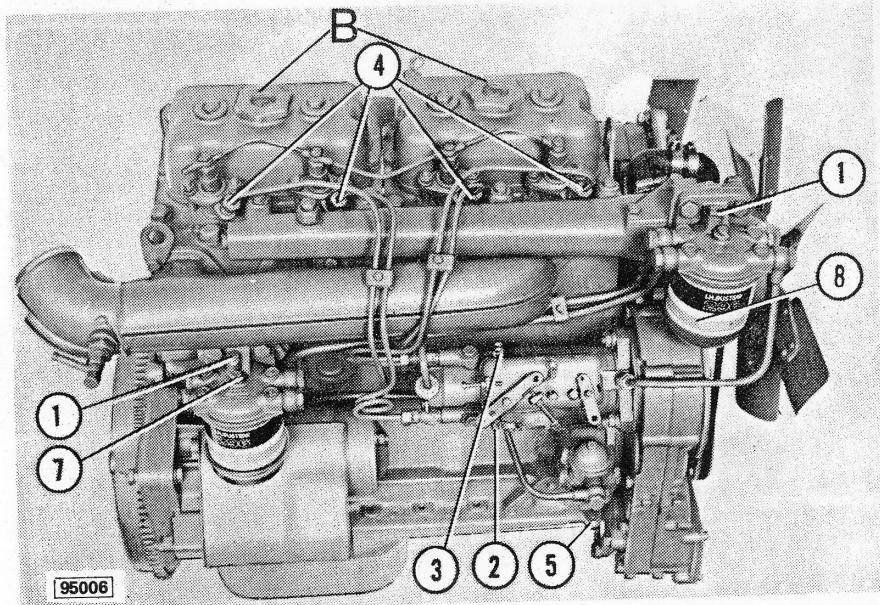

Fig. 8
Se desface șurubul central (de fixare) (7 fig. 8) al filtrului de motorină și se scoate cartușul filtrant. Dacă, după înlocuirea elementului filtrant, alimentarea cu motorină nu este satisfăcătoare, se va proceda și la înlocuirea elementului filtrant al celui de al doilea filtru (8 fig. 8). Această înlocuire trebuie făcută de către personalul specializat al atelierelor "Service".
**20. ÎNLOCUIREA CARTUSULUI FILTRANT AL FILTRULUI DE SIGURANȚĂ (8 fig. 8)**